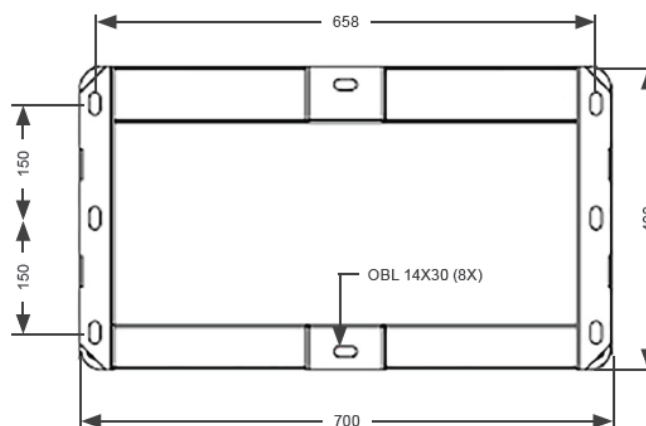

Figura 3.8: Dimensões para fixação da WEMOB-STATION LITE - mm
Para a fixação da base deverão ser utilizados seis (06) parafusos M12 que acompanham o produto. Os pontos de fixação são mostrados na Figura 3.8 na página 3-8, a área destacada corresponde a posição da entrada dos eletrodutos dos cabos de alimentação e rede Ethernet cabeada.